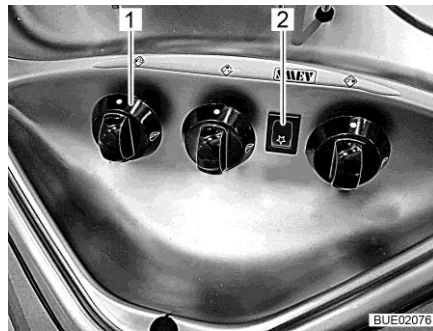

Fig. 231 Elementi di comando del fornello a gas
- Ruotare il pomello girevole (Fig. 231,1) dell'impianto a fiamma libera desiderato in posizione accesa (fiamma alta).
- Premere il pulsante per l'accensione (Fig. 231,2). Sul bruciatore vengono prodotte scintille.